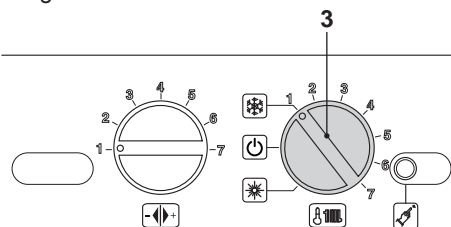

Figura 6.7
- Ruotare il selettore di funzione 3 come in Figura 6.7.